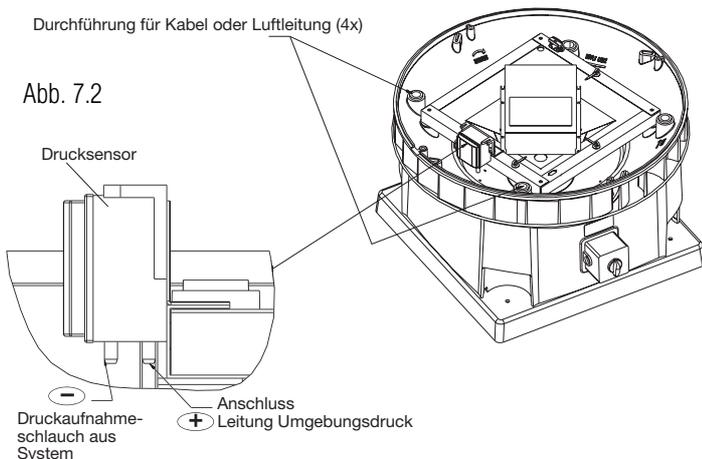

Abb. 7.2
- Auf dem inneren Schlauchanschluss an der Unterseite der Druckdose ist serienmäßig eine Luftleitung vormontiert, die über eine Durchfuhr zu einer der Aussparungen an den Ecken des Ventilators gelegt ist, siehe Abbildung 7.2 bzw. 7.2.1. Diese Leitung wird zur Messung des Umgebungsdrucks/Nulldrucks verwendet.